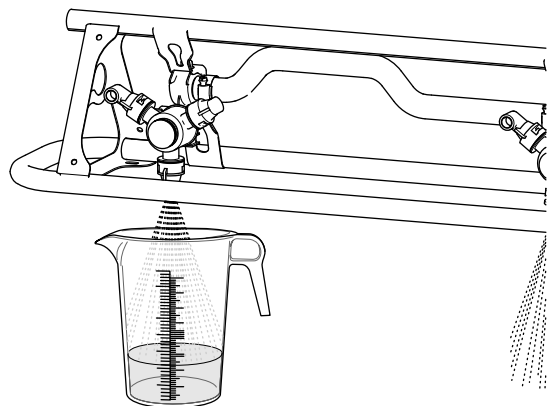

Figura 51
- Colectai apa de la duza pulverizatorului până când debitul pulverizatorului se oprește (Figura 51).